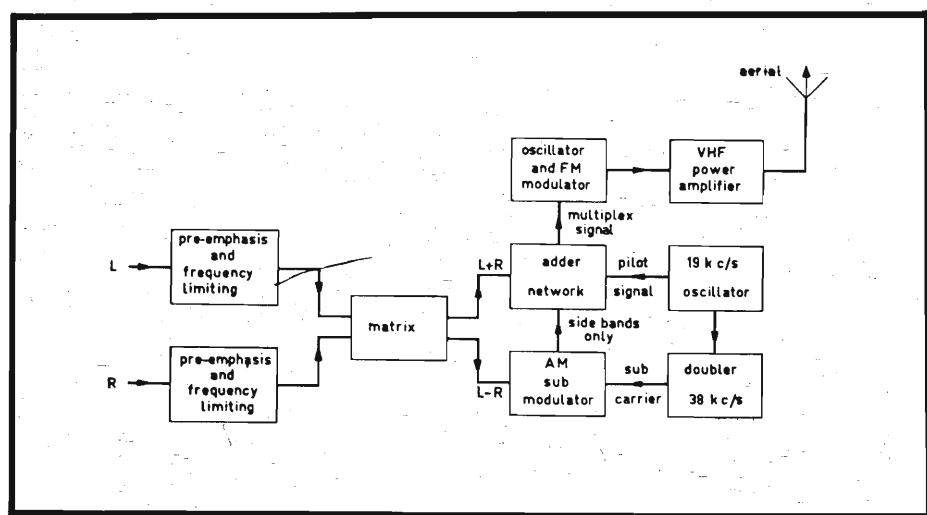
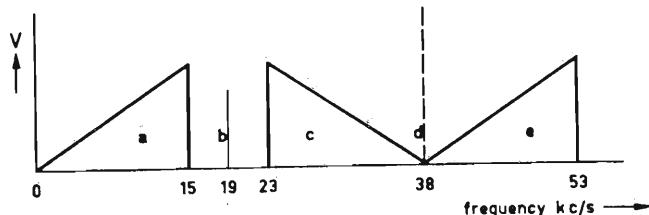

Fig. 1 - Schema di principio di un trasmettitore stereofonico
Fig. 2/a - Spettro di frequenze occupato dai segnali delle bande laterali
fig. 1 illustra lo schema di principio di un trasmettitore stereofonico. Il segnale destro (R) e il sinistro (L) dopo aver subito una preenfasi e una limitazione di frequenza fino a 15 kHz, vengono applicati ad una matrice, la quale le elabora. In uscita, si hanno rispettivamente la somma del segnale destro e sinistro ($L+R$) e la loro differenza ($L-R$). Il segnale-somma ($L+R$) viene applicato direttamente allo stadio sommatore. Il segnale differenza ($L-R$) va invece a modulare in AM una sottoportante a 38 kHz. In seguito a questa modulazione si ottengono bande laterali comprese tra 23 e 53 kHz. Per ridurre l'ampiezza complessiva, la sottoportante a 38 kHz viene soppressa, e di conseguenza verranno applicate allo stadio-sommatore soltanto le bande laterali. Lo spettro di frequenze occupato da questi segnali viene illustrato in fig. 2/a. Evidentemente, il ricevitore stereofonico per ricevere le bande laterali ($L-R$) ha bisogno della portante a 38 kHz, soppressa in trasmissione. Un primo problema che si pone quindi al ricevitore è quello di
in fig. 2/b. Come risulta dalla fig. 2/a nello spettro delle frequenze trasmesse il segnale-pilota è sistemato in una zona priva di segnali, e di conseguenza sarà molto facile eliminarlo all'atto della ricezione, per esempio mediante un circuito accordato. L'inviluppo completo che va da "0" a 53 kHz viene chiamato segnale multiplex (MUX). È questa grandezza che va a modulare in frequenza la portante del trasmettitore. La deviazione di frequenza della portante (Af) prodotta dal segnale-pilota rappresenta il 10% della massima deviazione, il rimanente 90% di escursione viene occupato dalle bande laterali rispettivamente somma (L+R) e differenza (L-R). Analiticamente, il segnale stereo multiplex (MUX) può essere indicato dalla seguente espressione:
In un normale ricevitore FM monofonico, il discriminatore è seguito da un filtro di deenfasi; ciò è noto, che serve a compensare l'effetto di preenfasi introdotto nel segnale audio al trasmettitore. Si sa che il filtro deenfasi al trasmettitore si rende necessario allo scopo di migliorare il rapporto segnale-disturbo. In base alle norme standard CCIR, sia i filtri di preenfasi che quelli di deenfasi, devono avere una costante di tempo pari a 50 μsec . Ciò significa in altre parole, che il filtro di deenfasi deve introdurre una attenuazione di 6/dB ottava al di sopra dei 3180 Hz. Quando un ricevitore FM monofonico viene sintonizzato il segnale multiplex ricevuto, prima di raggiungere l'amplificatore audio dovrà passare questo filtro, ciò produrrà una attenuazione di circa 20 dB alle frequenze intorno ai 38 kHz. Pertanto potranno passare indenni soltanto le basse frequenze della gamma, come risulta dalla fig. 2/a. Questo spettro di frequenze non è altro che il segnale-somma (L+R) contenente l'informazione del canale sinistro e destro.